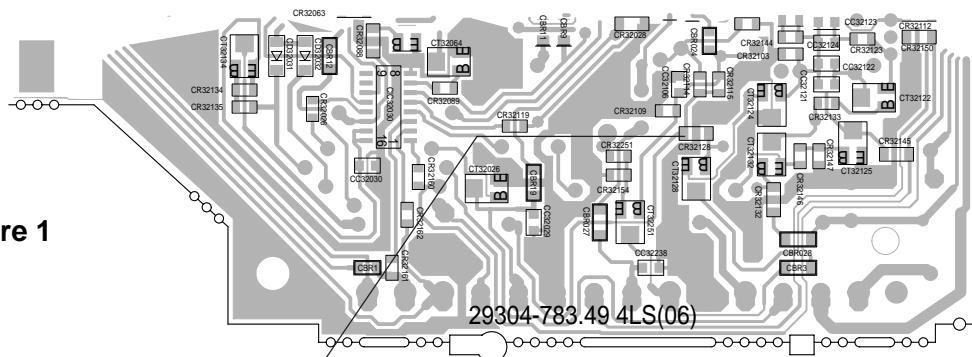

Abbildung 1 / Figure 1
- Ersetzen Sie auf dem Signal-Baustein 29504-102.34 und 29504-162.34 den Widerstand CR32128, wenn 4,7kΩ, durch einen Widerstand von 2,7kΩ, oder schalten einen Widerstand von 5,6kΩ parallel, (Abb. 1).
- If the rating is 4.7kΩ, change CR32128 on the Signal Modules 29504-102.34 and 29504-162.34 to a 2.7kΩ resistor or connect a resistor of 5.6kΩ in parallel (fig.1).